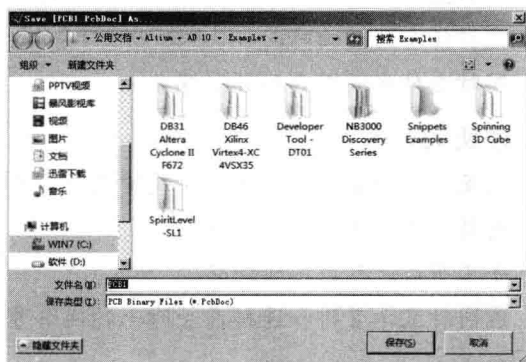

图1-6 保存项目对话框
STEP 02 执行File（文件）| Save project as（将项目保存为）菜单命令可将项目重命名，并指定项目保存的路径，如图1-6所示。